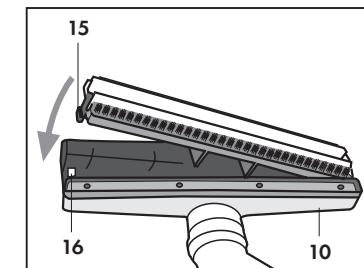

Fig. 17
Pour appliquer les châssis avec l'élément à la partie universelle (10) il suffira d'appuyer le premier sur cette dernière et de faire pression jusqu'à ce que le levier (15) de la brosse s'accroche dans la fente (16) prévue à cet effet sur la partie universelle (10) (Fig. 17).